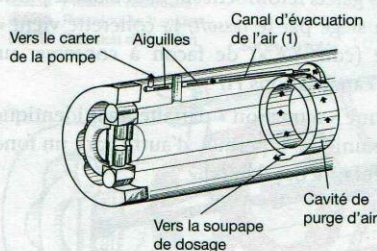
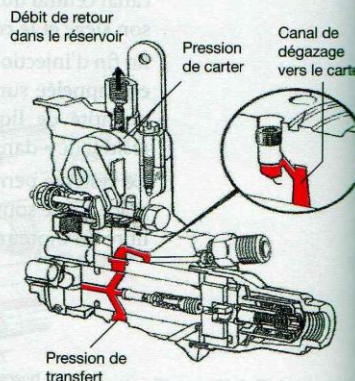

Figure 69.8. Circuit de dégazage
Figure 69.9. Circuit de dégazage sur pompe « DB » (Doc. Stanadyne)
Pour pallier cette éventualité, un canal (1) est usiné à la partie supérieure de la tête hydraulique. Ce canal est en communication avec la pompe de transfert et débouche dans le carter de pompe (circuit de retour) (fig. 69.8). La section de passage est réduite par des aiguilles ou un gicleur avec un fil (fig. 69.9), transformant l'émulsion en gouttes de carburant.
- Lors d'une réparation, il faut toujours vérifier que les aiguilles sont libres (fig. 69.8), ou le gicleur de dégazage (fig. 69.9) non obturé. Le débit de retour est un élément permettant de vérifier ce circuit.